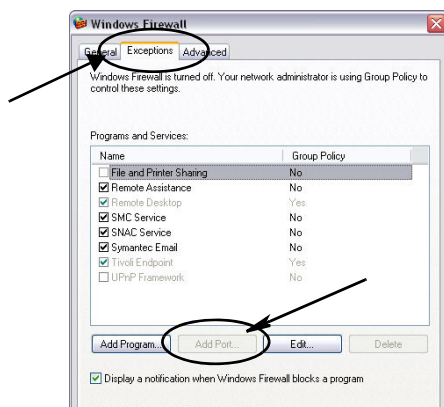

FIG. 25
2. Klik op het tabblad "Uitzonderingen" voor weergave van de inhoud als dit nog niet geselecteerd werd (FIG. 25).
3. Klik op "Poort toevoegen" (FIG. 25).